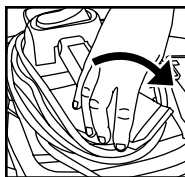

FIGURE 34
56. Saisissez les côtés de la section arrière du rembobineur et tournez un demi-tour dans le sens horaire pour le remettre dans sa position d'origine. **FIGURE 34.**